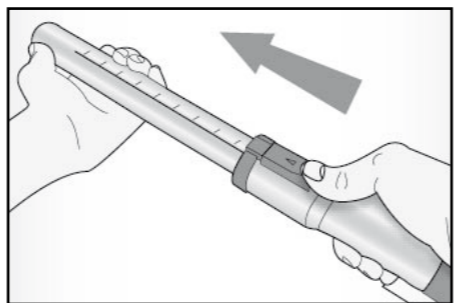

Fig. 4
- Spingere il dispositivo di scorrimento (13) in avanti e tirare fuori la parte inferiore del tubo fino alla lunghezza desiderata (Fig. 4). Poi, semplicemente, rilasciare la presa e il dispositivo tornerà al suo posto.